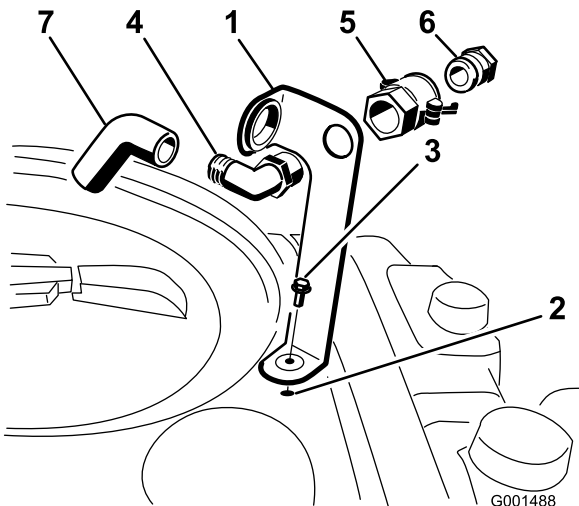

Bild 3
1. Setzen Sie die Füllanschlusshalterung auf das Gewindeloch im Behälter und befestigen Sie sie mit einem Bundbolzen (5/16 x 3/4 Zoll) (Bild 3).
2. Stecken Sie das Gewinde des 90-Grad-Anschlussstückes durch die Halterung und schrauben Sie die Schnellkupplung auf. Befestigen Sie sie an der Halterung (Bild 3).
3. Montieren Sie den Schlauchadapter auf die Schnellkupplung (Bild 3).
4. Drehen Sie die Hebel zum Adapter, um ihn zu arretieren. Befestigen Sie ihn dann mit den Lastösenbolzen (Bild 3).
5. Stecken Sie den Rücklaufschauf durch die große Öffnung in der Halterung und auf das Ende mit dem Widerhaken der 90-Grad-Halterung (Bild 3).